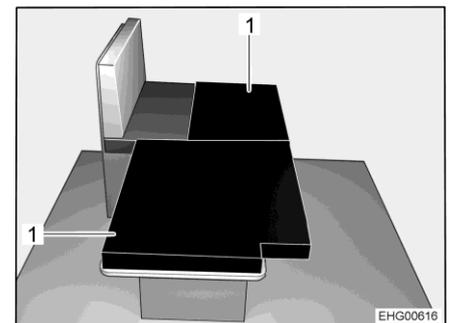

Fig. 77 Après la transformation
- Placer les deux coussins supplémentaires (Fig. 77,1) comme illustré sur la table abaissée.